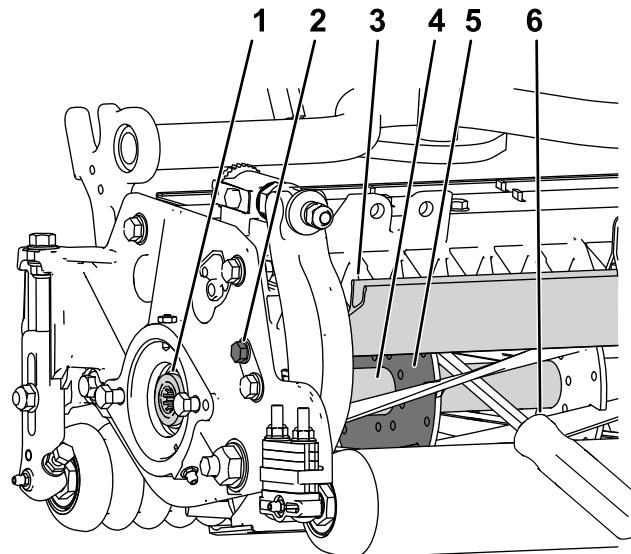

图26
- 松开滚刀组左侧的屏蔽螺栓抬起后护罩 **图26**。
- 将一根长柄撬棍建议尺寸为 $0.95\text{cm} \times 30.48\text{cm}$ 带螺丝刀柄插入滚刀组背面最靠近需要扭转的滚刀组一侧 **图26**。
- 将撬棍靠着滚刀支撑板的焊接侧 **图26**。